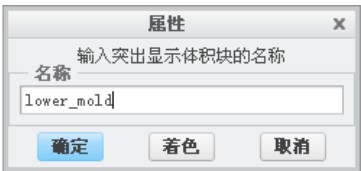
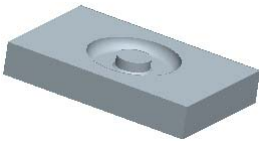

图 18.2.23 “属性”对话框（一）
图 18.2.24 着色后的下半部分体积块
(1) 在系统 为分割工件选择分型面。提示下，在模型中主分型面的位置右击，从快捷菜单中选取从列表中拾取命令。
(2) 在弹出的“从列表中拾取”对话框中，选取列表中的面组: F7 (PS) 分型面，然后单击确定(O)按钮。
(3) 在“选择”对话框中，单击确定按钮。
Step5. 这时，系统弹出图 18.2.23 所示的“属性”对话框，同时模型的下半部分变亮，在该对话框中单击着色按钮，着色后的模型如图 18.2.24 所示，然后在对话框中输入名称 lower_mold，单击确定按钮。